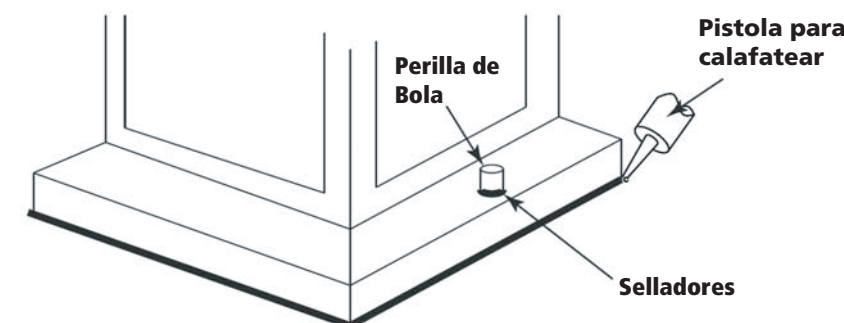

Figura 2
1. Conecte el cable de alimentación positiva **(A)** (normalmente negro el lado no marcado suave del cable de dos conductores) de plomo accesorio positivo **(B)** con un giro de tamaño apropiadamente conector – **Véase la Figura 2 y 3**.
Loop alambre de tierra **(E)** (generalmente de cobre o verde recubierto de plástico) debajo de la cabeza del tornillo de tierra **(S)** en la brida de montaje accesorio **(M)** y conectar con el extremo suelto del cable de tierra luminaria directamente al cable de tierra del sistema de construcción con un tamaño adecuado twist-conectores – **Véase la Figura 2**.
Después asegurar fijo en su lugar, se recomienda que la distancia entre la parte superior y la base de montaje del accesorio se sellará con cualquier buen masilla impermeable de calidad o sellador de silicona (no incluido). También se recomienda que una pequeña capa de masilla o sellador de ser sometidos a los mandos de bolas utilizadas para montar accesorio – Véase la Figura 2.